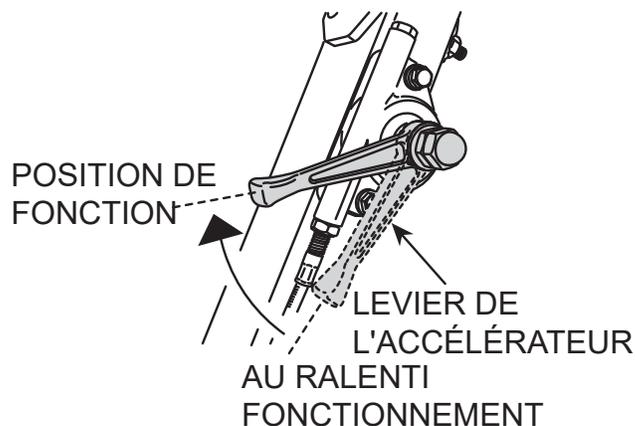

Figure 22. Levier d'accélérateur (ralenti)
1. Mettez le levier d'accélérateur en position **ralenti** (Figure 22) et faites fonctionner le moteur pendant trois minutes à basse vitesse.